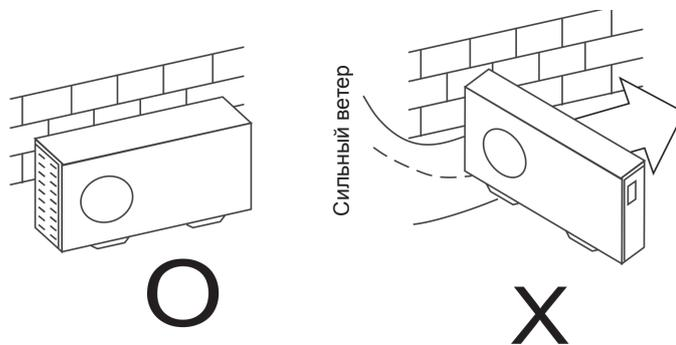

Рис. 1
- Не допускайте задувания сильного ветра в наружный блок (см. рис. 1).